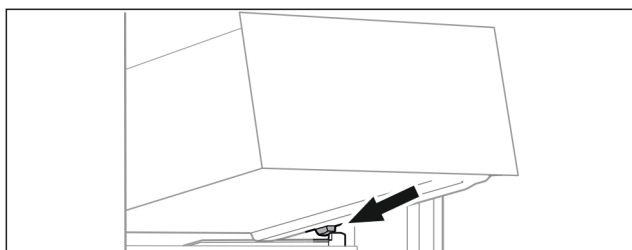

Fig. 63
- ▶ Założyć szufladę pod skosem za stoperami na żebro pojemnika. (patrz Fig. 63)